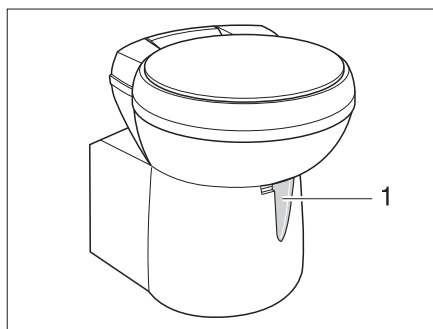

Fig. 157 Taza del inodoro Thetford, basculable
- Antes del lavado, abrir la corredera del inodoro Thetford. Para ello, empujar la palanca de corredera (Fig. 157,1) en sentido contrario a las agujas del reloj.